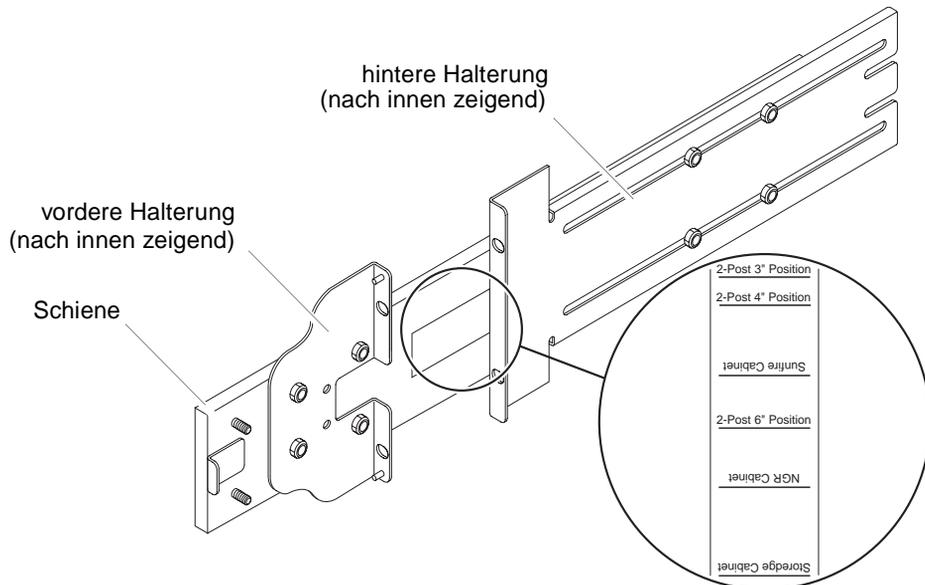

ABBILDUNG 1-2 Schienenmodul (bei einer Installation mit zwei Stützen)
Bei Installationen mit zwei Stützen können Sie die Schienenmodule demontieren und später erneut zusammensetzen (ABBILDUNG 1-2). Die Schienenmodule können so für Racks mit zwei Stützen und einer Stütztiefe von 7,5 cm bis 15 cm angepasst werden.
3. Drehen Sie die vordere Halterung um 180°, sodass sie nach innen zeigt, und befestigen Sie sie erneut (ABBILDUNG 1-2).
5. Drehen Sie die hintere Halterung um 180°, sodass sie nach innen zeigt (ABBILDUNG 1-2).